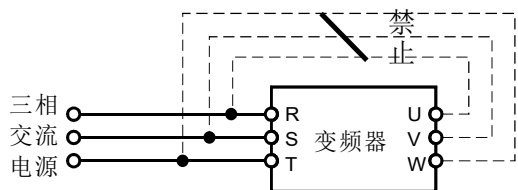

图 1-2
- 严禁将交流电源接到变频器的输出端子U、V、W上，否则将会造成变频器的损坏，如图1-2所示。